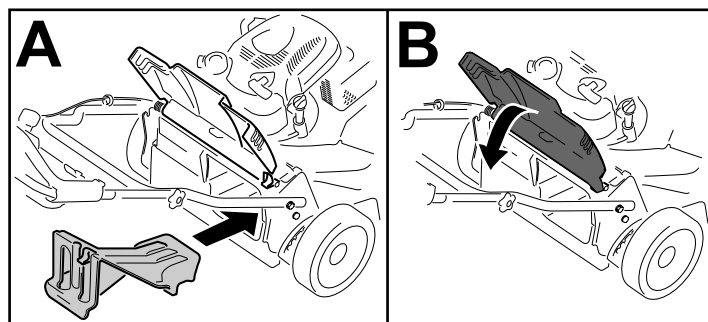

Рисунок 23
- Если задняя выпускная заглушка не установлена, возьмите ее за рукоятку, поднимите заднюю дверцу и вставьте ее в желоб заднего выброса, пока защелка не зафиксирована на месте, см. Рисунок 23.
Внимание: Убедитесь, что задняя выпускная заглушка установлена на своем месте, и произведите утилизацию травы и срезанных листьев (Рисунок 23).